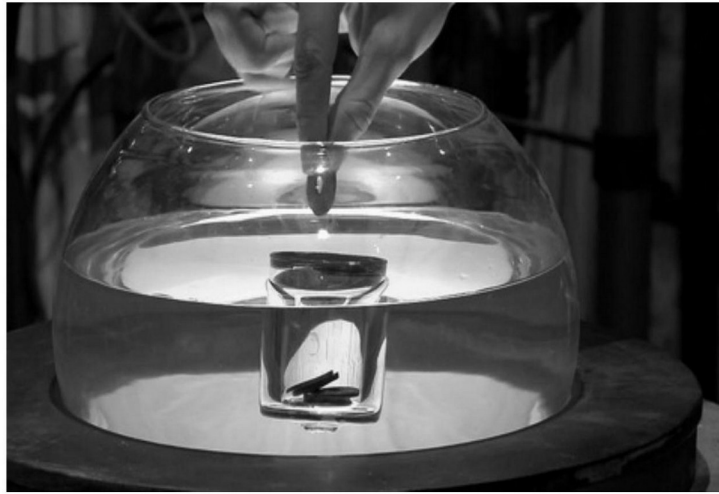

Figure 5 - Duel de l'aquarium
Après avoir récupéré suffisamment de clés, les candidats se rendent au Conseil pour y affronter les Maîtres du temps dans plusieurs duels afin de récupérer un maximum de temps dans la salle du trésor. L'un de ces duels est baptisé l'aquarium (figure 5).
- le fond du verre reste toujours horizontal (il ne peut pas s'incliner comme sur la figure 5);
- les pièces ont une masse m et sont toutes horizontales, empilées les unes sur les autres au fond du verre, bien alignées (pas comme sur la figure 5).